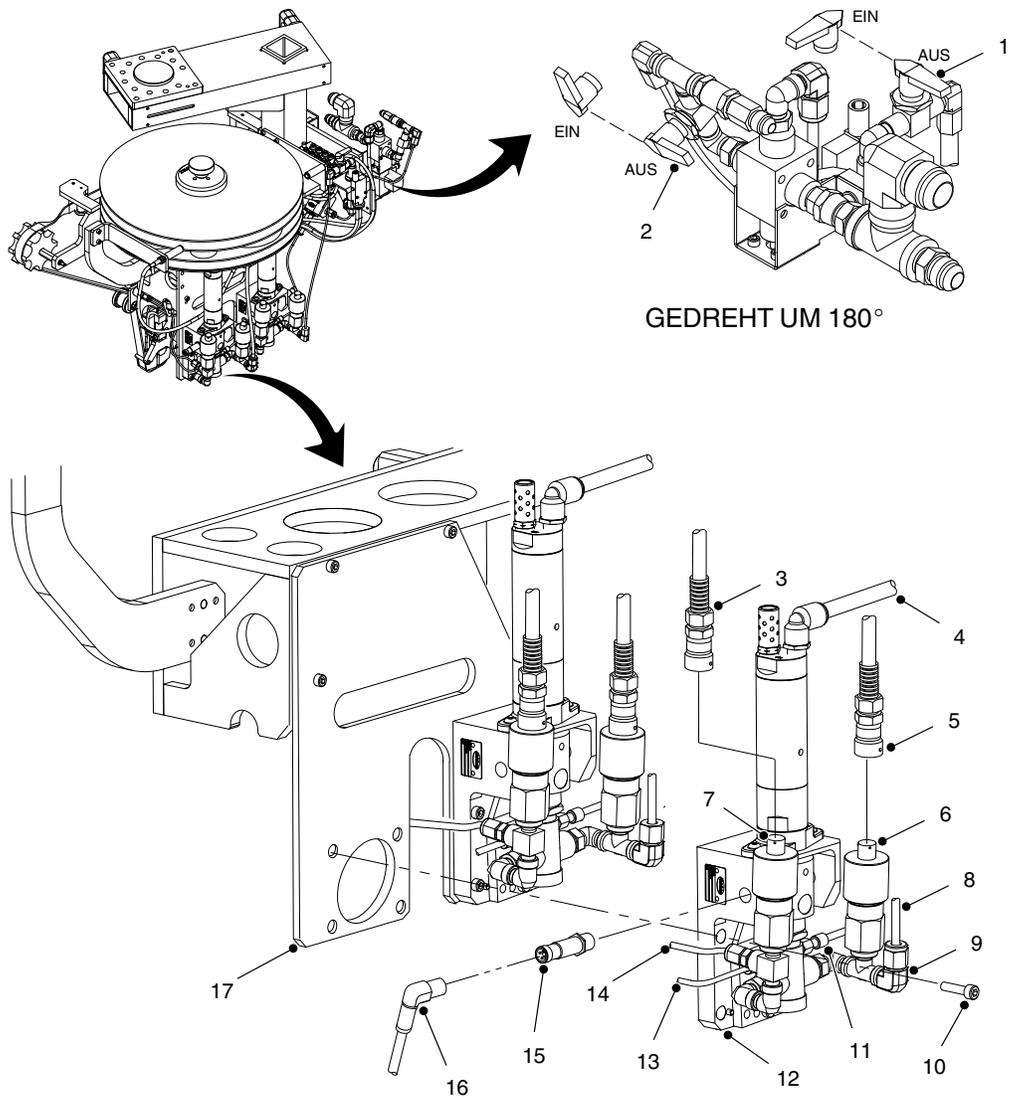
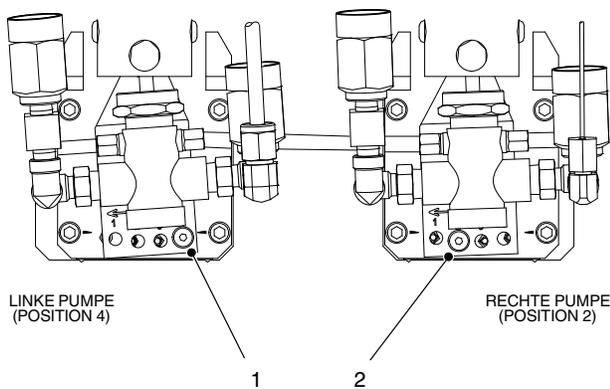
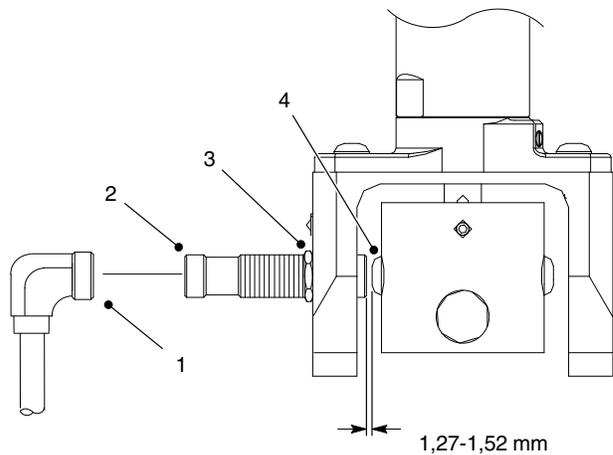

Abb. 4 Pumpe ersetzen (typisch)
Abb. 5 Position der Pumpeneinstellplatte
Abb. 6 Abstand am Näherungssensor
2. Siehe Abb. 4. Den zutreffenden Schritt ausführen:
- a. Pumpe für schwarzen Primer—Pumpe für schwarzen Primer spülen Nach dem Spülen der Pumpe für schwarzen Primer den Lösungsmittel-Absperrhahn (2) in die Position Aus drehen.
- b. Pumpe für transparenten Primer—Ventil für transparenten Primer (1) in die Position Aus drehen.
3. Die Luftversorgungsleitung (4) von der Pumpe (12) abnehmen.
4. Die Stecker (3, 5) vom Eingangs- (6) und Auslass-Druckmesswandler (7) abnehmen.
5. Einen geeigneten Abfallbehälter unter die Pumpe (12) stellen.
6. Die Primerzufuhrleitungen (8, 14) und die Lösungsmittelleitungen (11, 13) von der Pumpe (12) abnehmen.
7. Den Stecker (16) vom Durchflussraten-Näherungssensor (15) abnehmen. Den Durchflussraten-Näherungssensor von der Pumpe (12) abnehmen.
8. Die Schrauben (10) abnehmen, mit denen die Pumpe (12) an der Montageplatte (17) befestigt ist.
9. Den Primerzufuhranschluss (9) von der Pumpe (12) abnehmen.
1. Siehe Abb. 4. Den Primerzufuhranschluss (9) an der Pumpe (12) installieren.
2. Loctite 242 auf die Gewinde der Schrauben (10) auftragen. Die Pumpe (12) mit den Schrauben an der Montageplatte (17) installieren. Die Schrauben mit 36 in.-lb (4 N•m) anziehen.
3. Siehe Abb. 5. Sicherstellen, dass die Pumpeneinstellplattenschrauben (1, 2) wie dargestellt installiert sind.
4. Siehe Abb. 6. Den Näherungssensor (2) an der Pumpe installieren. Sicherstellen, dass der Abstand zwischen der Fläche des Näherungssensors (2) und der Halbrundkopfschraube (4) der Primerspindel 1,27-1,52 mm beträgt. Sicherungsmutter (3) gut anziehen.
5. Den Stecker (1) an den Näherungssensor (2) anschließen.
6. Siehe Abb. 4. Die Primerzufuhrleitungen (8, 14) und Lösungsmittleitungen (11, 13) an die Pumpe (12) anschließen.
7. Die Stecker (3, 5) am Eingangs- (6) und Auslass-Druckmesswandler (7) anschließen.
8. Die Luftversorgungsleitung (4) an der Pumpe (12) anschließen.